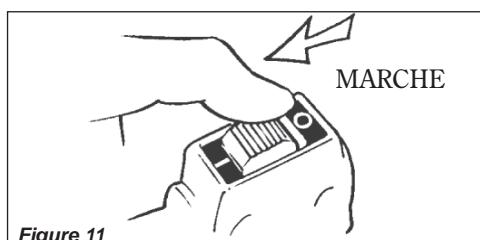

Figure 11
1. Glisser l'interrupteur d'allumage sur la position « I » (MARCHE). Voir figure 11.